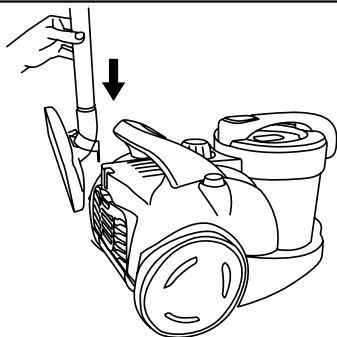

Fig. 3
- Para hacer uso del parking horizontal ancle el gancho de la zapata en el enganche que se encuentra en la parte posterior del aparato (Fig. 3).